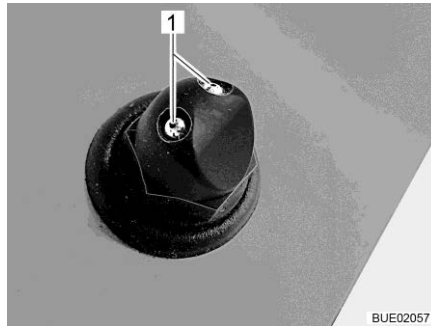

Bild 50 Scheibenwaschdüsen (Variante 1)
- Mit einem spitzen Gegenstand die Scheibenwaschdüsen (Bild 50,1) einstellen, bis die gewünschte Stellung erreicht ist.